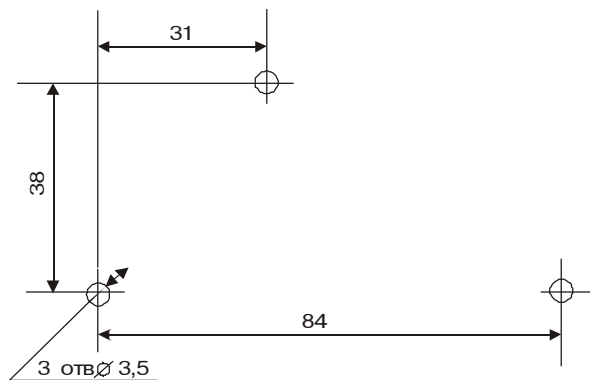

Рис.12
- произведите разметку согласно рис. 12;